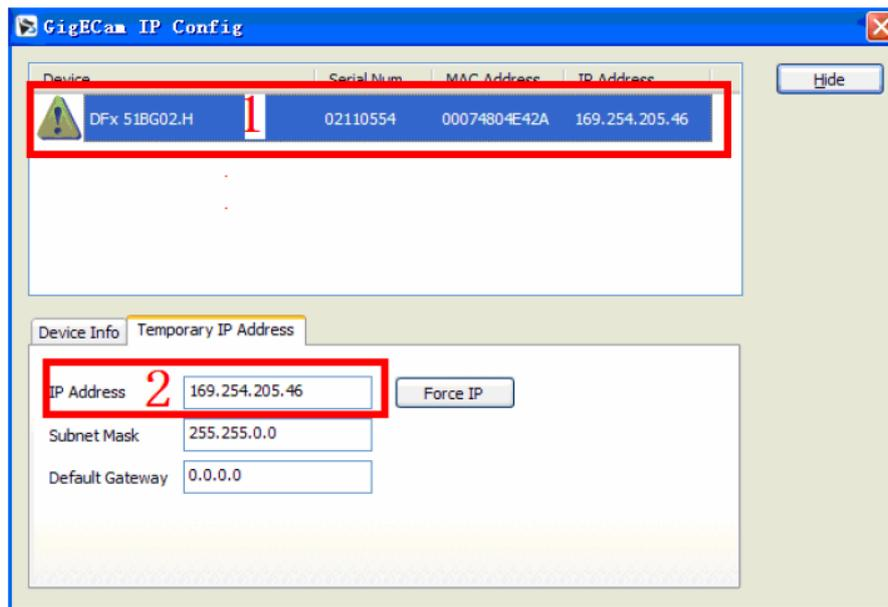
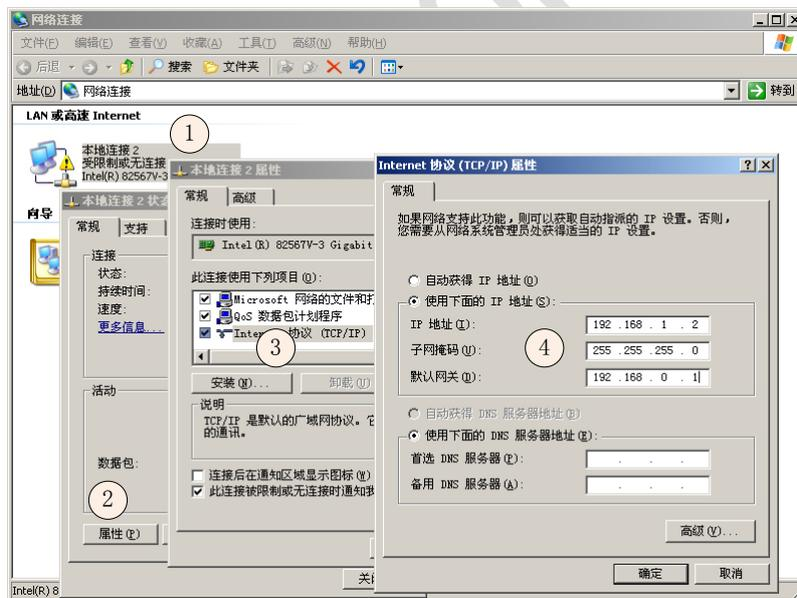

图 4 GigECam IP Config 相机连接不正常
图 5 千兆网卡 IP 设置
3、打开安装好后的 GigEcam IP Config，如图 4 所示，其中 1 处表示相机连接不正常（有黄色的感叹号），2 处表示相机当前的 IP 地址。
4、打开千兆网卡的 IP 设置属性页面，设置千兆网卡的 IP。图 5 的④处 IP 地址与图 4 的②处可知相机和网卡的 IP 不在同一个字段内。